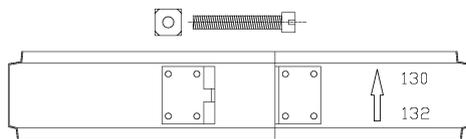

Fig.2 – fascetta di sicurezza DN130 mono parete
- dopo aver innestato due elementi, montare e serrare meccanicamente la fascetta di sicurezza sulla parete esterna, assicurandosi che la vite sia ben serrata (8 N•m). Su ogni fascetta sono riportati 2 numeri indicanti il diametro esterno del profilo; la fascetta è montata correttamente quando il valore maggiore tra i due è posizionato verso il basso (vedi Fig. 2).